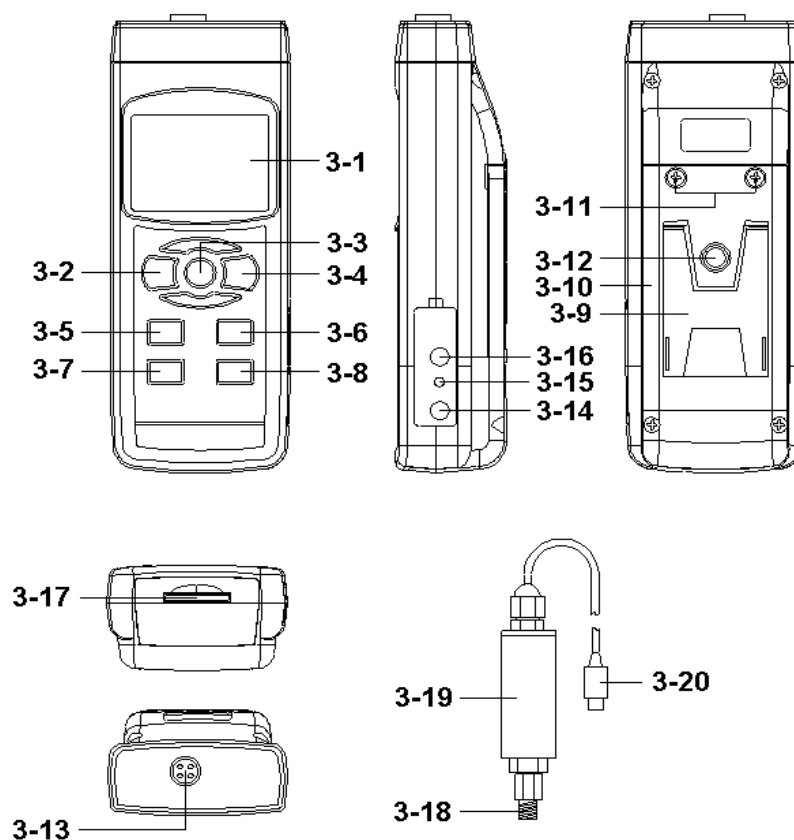

Fig.1
Après avoir sélectionné le capteur de pression le plus approprié, appuyez sur la touche du type de capteur (3-6, Fig. 1). Sur l'écran apparaîtra le type de capteur pour confirmer.
Par exemple, si le capteur sélectionné est celui de 2 bar (Modèle : PS100-2BAR), si vous appuyez sur la touche du type de capteur (3-6, Fig. 1) :
- 1) Connectez la "Prise du capteur de pression" (3-20, Fig. 1) à la "Prise d'entrée de la sonde" du mesureur (3-13, Fig. 1)
- 2) Allumez le mesureur en appuyant une fois sur la "Touche Power" (3-2, Fig. 1).
- 3) Appuyez sur la "touche du type de capteur" (3-6, Fig. 1) pour vérifier si le type de capteur est le même que le capteur de pression externe.
- 4) Appuyez sur la "Touche Unit" (3-5, Fig. 1) en séquence pour sélectionner l'unité de mesure comme: Bar, Psi, Kg/cm², mm Hg, inch Hg, mesureur H2O, inch H2O, Atmosphère, hPA, kPA.
Si sur l'écran la valeur zéro n'apparaît pas, appuyez sur la "Touche Zéro" (3-7, Fig. 1), > 10 secondes sans cesse et la valeur de l'écran passera à zéro.
6) Connectez le "Port connecteur du capteur de pression" (3-18, Fig. 1) pour l'installation pour mesurer la valeur de la pression.
Pendant la mesure, appuyez sur la "Touche Hold" (3-3, Fig. 1) pour maintenir la valeur de la mesure et l'écran LCD indiquera le symbole " HOLD".
1) La fonction d'enregistrement de données garde les lectures des valeurs maximum et minimum. Appuyez une fois sur la touche "REC" (3-4, Fig. 1) pour initialiser la fonction. Le symbole " REC " apparaîtra sur l'écran.
a) Appuyez sur la touche " REC " (3-4, Fig. 1) le symbole " REC. MAX. " avec la valeur maximum apparaîtra sur l'écran.
Si vous essayez d'effacer la valeur maximum, appuyez une fois sur la " Touche Hold " (3-3, Fig. 1) et sur l'écran apparaîtra uniquement le symbole " REC. " alors que la fonction de mémoire s'exécutera sans cesse.
b) Appuyez à nouveau sur la "Touche REC" (3-4, Fig. 1), le symbole " REC. MIN. " avec la valeur minimum apparaîtra sur l'écran. Si vous essayez d'effacer la valeur minimum, appuyez sur la " Touche Hold " (3-3, Fig. 1) et sur l'écran apparaîtra uniquement le symbole " REC. " alors que la fonction de mémoire s'exécutera sans cesse.
Pendant la mesure, appuyez une fois sur la "Touche Backlight" (3-2, Fig. 1) pour éteindre la lumière de fond.
Préparez une carte de mémoire SD (de 1 GB à 16 GB), insérez la carte SD dans la fente de la carte (3-17, Fig. 1). La partie avant de la carte SD devra être proche de la partie inférieure.
Appuyez une fois sur la touche " REC " (3-4, Fig. 1) et sur l'écran LCD apparaîtra le texte "REC", ensuite appuyez sur la "Touche Logger" (3-8, Fig. 1), et le symbole " DATALOGGER " clignotera alors que les données de mesure et l'information horaire se gardent dans le circuit de la mémoire.
Pendant l'exécution de la fonction de l'enregistreur de données, si vous appuyez une fois sur la touche " Logger " (3-8, Fig. 1), la fonction de l'enregistreur de données s'arrêtera (elle laissera les données de mesure temporairement dans le circuit de mémoire). En même temps, le texte " DATALOGGER " cessera de clignoter.
Si vous appuyez une fois de plus sur la touche " Logger " (3-8, Fig. 1) l'enregistreur de données s'exécutera à nouveau, le texte " DATALOGGER " clignotera sur l'écran.
Alors que la fonction enregistrement de données est stoppée, appuyez sur la touche " REC " (3-4, Fig. 1) sans cesse pendant au moins deux secondes. L'indication " REC " disparaîtra et la fonction d'enregistrement de données finalisera.
Appuyez une fois sur la touche " REC (3-4, Fig. 1) sur l'écran apparaîtra le texte " REC ", ensuite appuyez une fois sur la touche " Logger "(3-8, Fig. 1) et le symbole REC clignotera et le beep sonnera une fois en même temps que les données de mesure avec l'information horaire se gardent dans le circuit de mémoire. L'écran inférieur indiquera la position (Localisation) et elle se gardera aussi dans la carte SD.